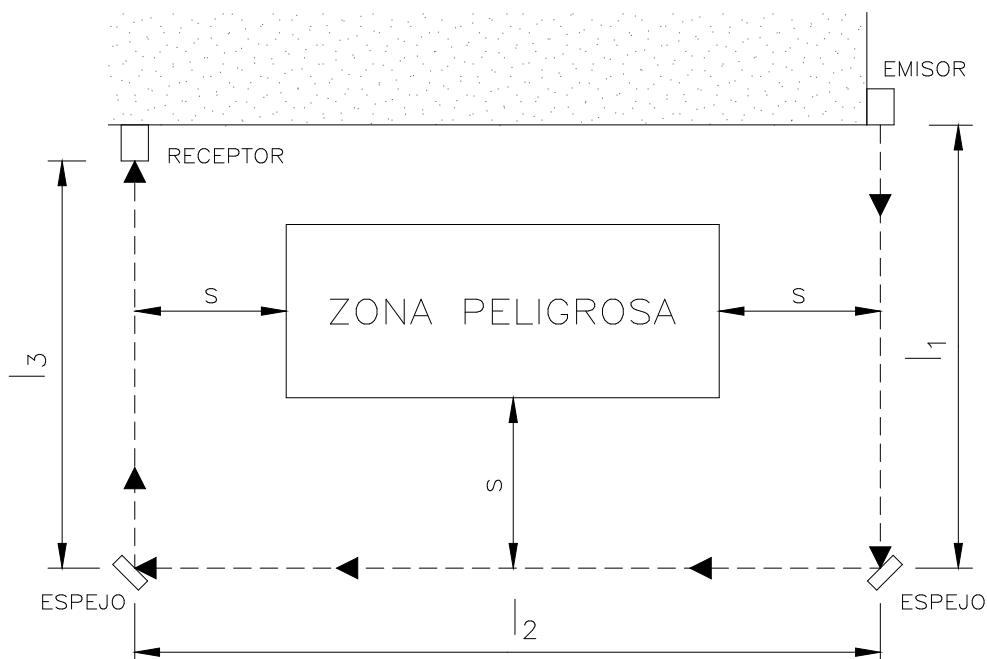

Figura 14
- Posicionar los espejos de modo que la mínima distancia de seguridad S (Figura 14) sea respetada en cada uno de los lados de acceso a la zona peligrosa.